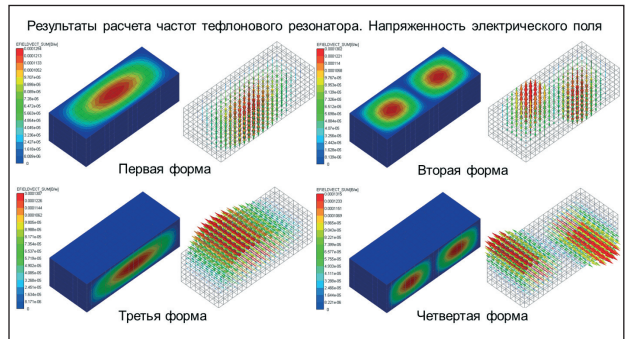

Рис. 18. Пример вывода результатов после проведенного высокочастотного модального анализа
- высокочастотный модальный анализ — позволяет рассчитывать частоты среза и соответствующие им формы электромагнитного поля для СВЧ структур (рис. 18).